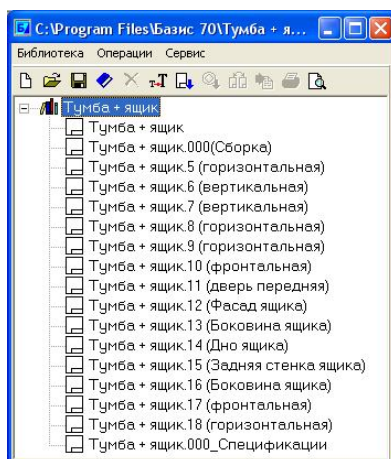

Рис. 3.27 Библиотека чертежей
5. Рекомендуется сохранять всю создаваемую на изделие документацию в виде библиотеки чертежей (рис. 3.27). Это позволит в дальнейшем быстро находить, редактировать и дорабатывать необходимую проектную документацию. Для этой цели используется специальная программа, вызываемая по команде «Библиотекарь чертежей» в ниспадающем меню команды «Файл» главного меню программы *Базис-Мебельщик*.